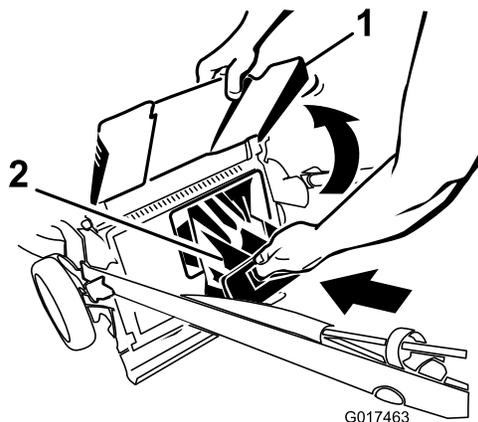
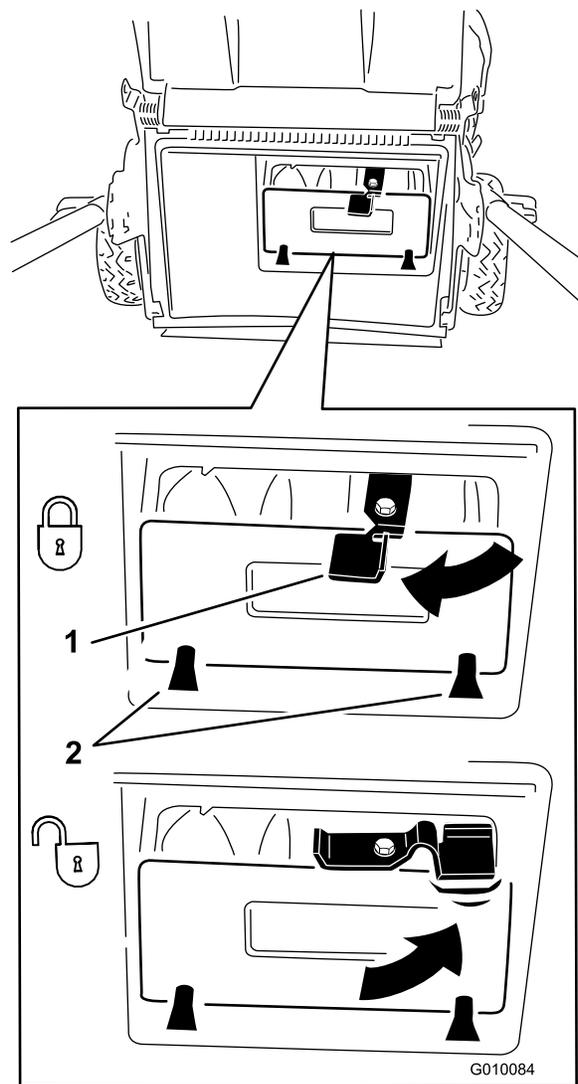

Рисунок 20
Рисунок 21
**Внимание:** Убедитесь, что задняя заглушка зафиксирована на месте. Чтобы зафиксировать заглушку, поднимите заднюю дверцу (Рисунок 20), нажмите на заглушку с достаточным усилием, чтобы она защелкнулась на месте позади выступов, затем поверните рычаг на заглушке влево (Рисунок 21).
**Примечание:** Чтобы расфиксировать заглушку, поверните рычаг на заглушке вправо (Рисунок 21).